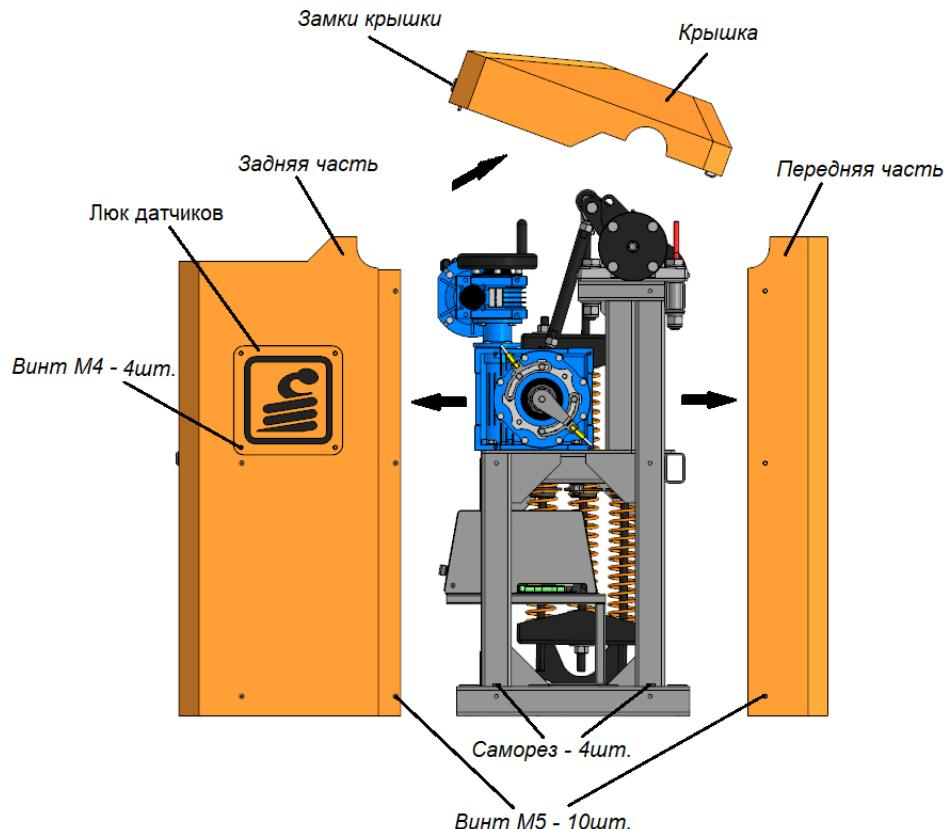

Рисунок 7
5.3.1. Перед монтажом шлагбаума необходимо снять кожух, для чего (Рис.7):
Перед подключением шлагбаума к сети 220В необходимо закрепить Кожух шлагбаума на раму (см. Рис.7). Блок электроники выдвигается на салазках. В Кожухе шлагбаума предусмотрены Люки для доступа к Блоку электроники – фиксируется замком и к Датчикам - крепится винтами M4 (Рис.15).